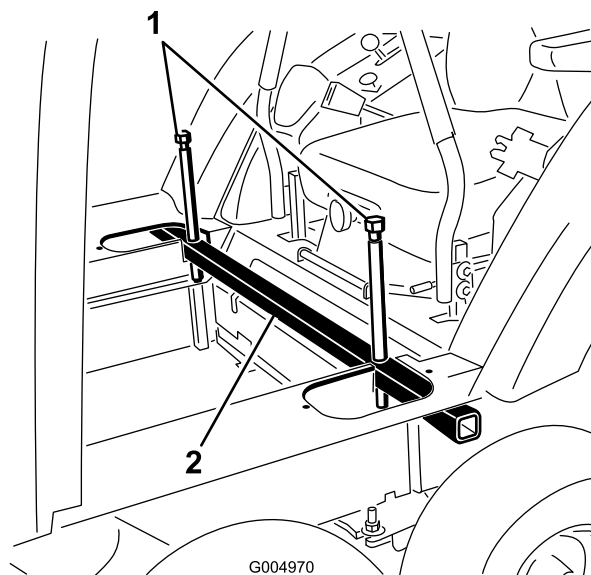

Figura 27
13. Afloje los pernos de elevación y retire el tubo de elevación de la cabina de los recortes del suelo de la cabina (Figura 27).